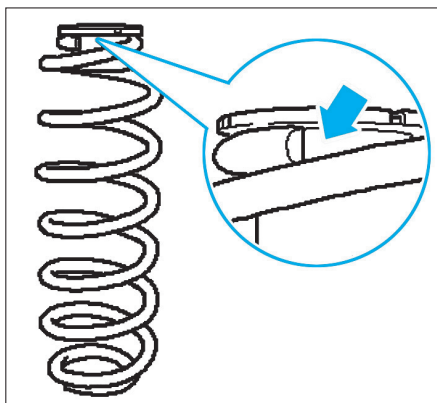

FIG. 71
- L'extrémité du ressort doit venir en butée sur la cale supérieure de ressort (Fig.71).